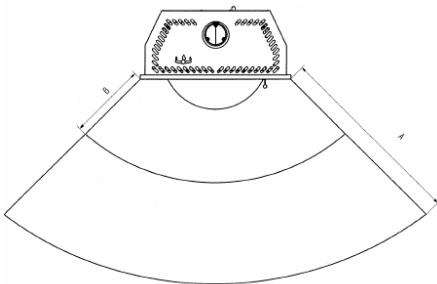

Bild 8
Im Sichtbereich (Strahlungsbereich) des Feuers muss zu brennbaren Bauteilen, Möbel oder auch z.B. zu Dekostoffen ein Abstand von mindestens **110 cm** (A), gemessen ab Vorderkante Feuerraumöffnung eingehalten werden. Der Sicherheitsabstand reduziert sich auf **50 cm** (B), wenn ein belüfteter Strahlungsschutz vor das zu schützende Bauteil montiert wird (Beispiel siehe Abb. 8)